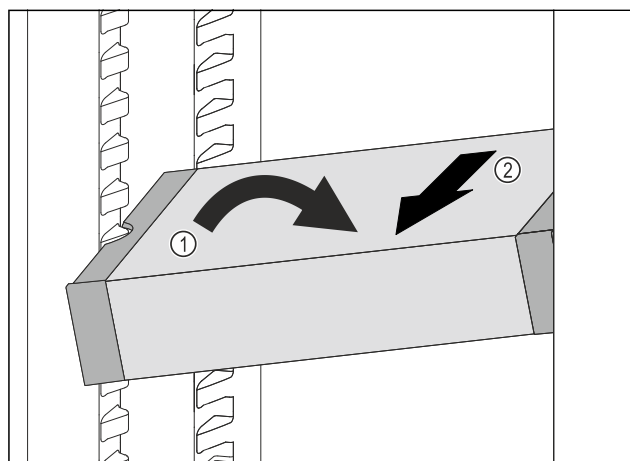

Fig. 114
- Állítsa ferde helyzetbe a VarioSafe-fiókot a hűtőrészben. Fig. 114 (1)
- Előrefelé vegye ki a VarioSafe-fiókot. Fig. 114 (2)